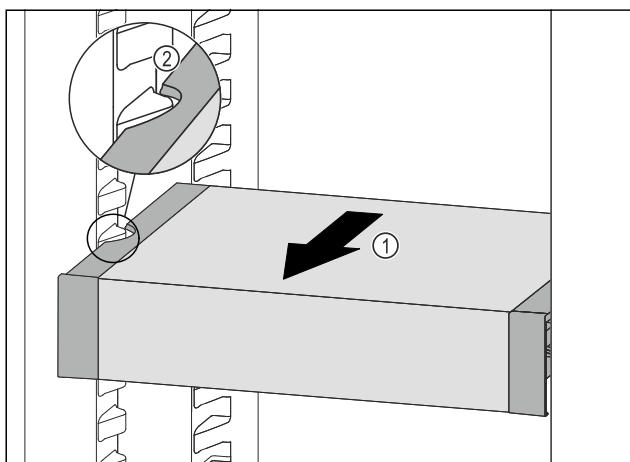

Fig. 116
- 向前拉动 VarioSafe Fig. 116 (1), 直至 VarioSafe 的侧部凹槽与冷藏区中的容器肋梁持平。 Fig. 116 (2)